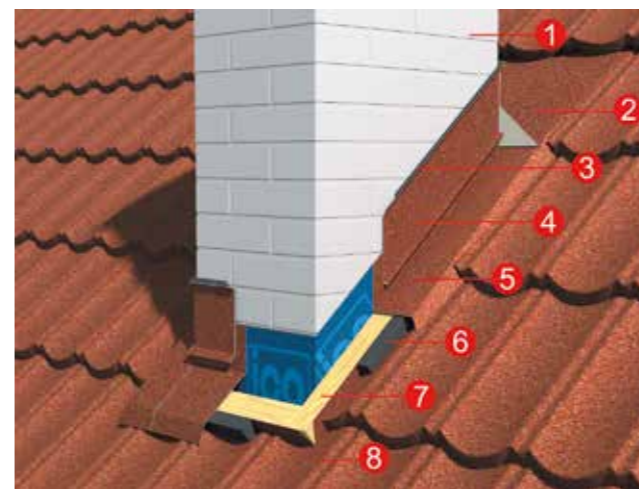

Рисунок 40
5.11.1.4 Верхние края всех примыканий закрываются прижимными планками Aerodek, на которые сверху наносится клей-герметик ИКОПАЛ (Рисунок 40).